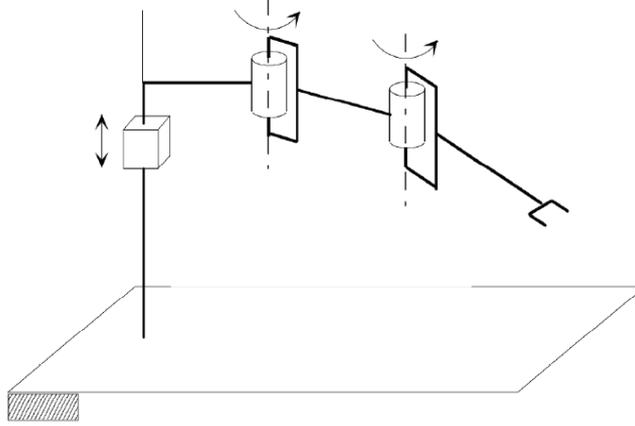

Figura 1: Manipolatore PRR.
- 1) Dato il manipolatore PRR in Figura 1: (i) posizionare le terne di riferimento su ogni link rispettando le convenzioni di DH; (ii) riportare in una tabella i quattro parametri per ogni link; (iii) disegnare lo spazio di lavoro del robot facendo delle supposizioni ragionevoli sui valori limite per i giunti e sulle dimensioni relative dei link; (iv) arrivare alla matrice di rototraslazione complessiva espressiva della cinematica diretta del manipolatore; (v) impostare il problema di cinematica inversa (trascurando l'orientamento dell'E-E); (vi) determinare il Jacobiano geometrico di posizione ed orientazione con il metodo cinematico e con il metodo statico; (vii) calcolarne le configurazioni singolari fornendone una interpretazione fisica sia in termini cinematici che statici.